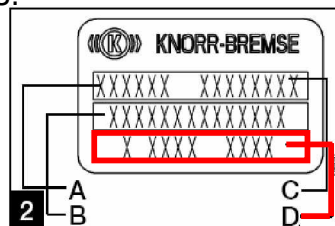

Рис.2: Схема надписей на фирменной табличке
- Тормоза SK7 (первая строка на фирменной табличке → A) с датой выпуска в период с 23-й до 53-й календарной недели 2004 г. включительно; дата выпуска указана на фирменной табличке тормоза в третьей строке → см. рис. 2 (D) следующим кодом: A 0423 ...; A= г. Адлерсбах, 04= 2004 г. 23=23-я календарная неделя.